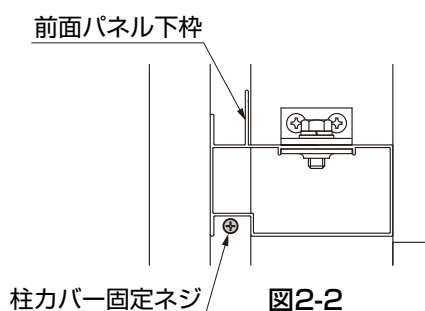

図2-2
- 前面パネル下枠の組付時に、柱カバリー固定ネジが前面パネル下枠のくぼみに納まるように組付けてください。(図2-2参照)
- ② 前面パネル上枠を上下枠組付金具に【5-1】で取付けてください。